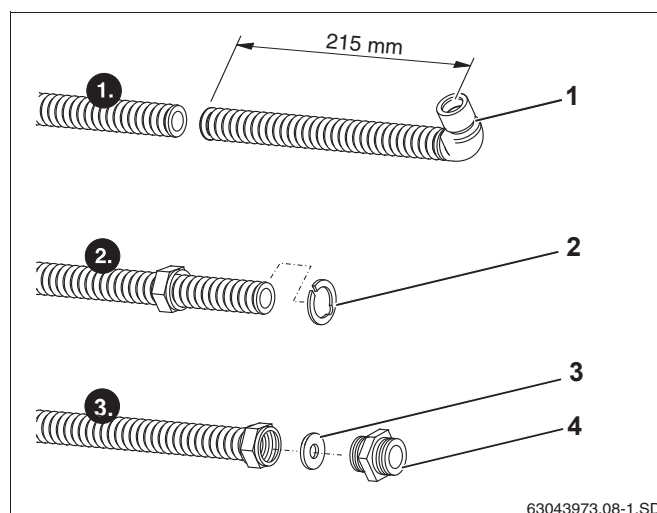

Рис. 39 Укорачивание соединительной трубы (изображена без изоляции)
- ▶ Труборезом отрежьте часть соединительной трубы длиной 215 мм от середины уголка (рис. 39, поз. 1).
- ▶ Уложите сзади первой волны зажимную шайбу (рис. 39, поз. 2) и сожмите. Она должна равномерно прилегать к буртику накидной гайки.
- ▶ Уложите шайбу (рис. 39, поз. 3) в накидную гайку на срез трубы.
- ▶ Заверните двойной ниппель (рис. 39, поз. 4) в накидную гайку, чтобы получилась плоская уплотняющая поверхность на соединительной трубе.